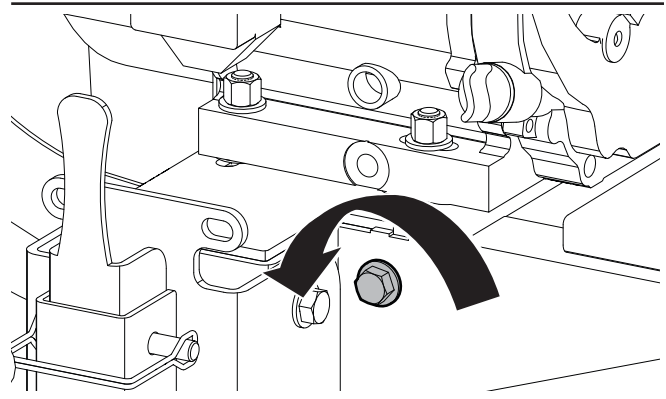

Figure 34 – Boulon de tension de la courroie d'entraînement
3. Utilisez le boulon de tension de la courroie d'entraînement pour déplacer le moteur et éliminer la tension de la courroie d'entraînement. Consultez la *Figure 34 à la page 55*.
4. Utilisez le boulon de tension de la courroie d'entraînement pour régler la tension de la courroie d'entraînement. Consultez Figure 34